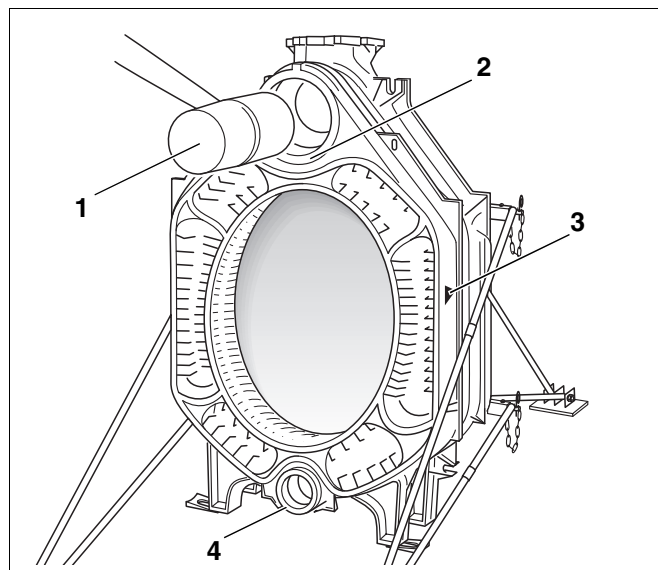

Fig. 15 Islåning af mellemelementet
- Sæt mellemelementet med øverste og nederste nippelgang (Fig. 15, **pos. 2 og 4**) på niplerne i det bageste element. Her skal retningsspien for montering (Fig. 15, **pos. 3**) pege bagud.
- Slå det første mellemelement (Fig. 15, **pos. 1**) på bagelementet med en træ- eller hårdgummihammer, aldrig stål!